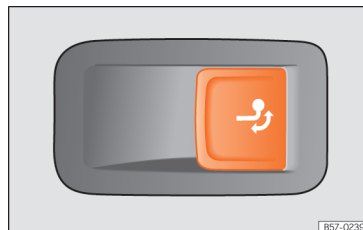

Abb. 202 Im Gepäckraum rechts: Taste zur Entriegelung der Anhängerkupplung.
- Ziehen Sie kurz an der Taste » » Abb. 202. Die Anhängerkupplung wird automatisch entriegelt und dreht selbsttätig heraus. Die Kontrollleuchte der Taste blinkt.
- Ziehen Sie kurz an der Taste » » Abb. 202. Die Anhängerkupplung wird elektrisch entriegelt.
- Wenn die Kontrollleuchte der Taste » » Abb. 202 → blinkt, ist die Anhängerkupplung noch nicht vollständig eingerastet oder beschädigt » » .
- Wenn die Kontrollleuchte bei geöffneter Heckklappe » » Abb. 202 → dauerhaft leuchtet, ist die Anhängerkupplung vollständig eingerastet, sowohl in eingezogener als auch in herausgeschwenkter Stellung.
- Drücken Sie keinesfalls die Taste » » Abb. 202, wenn ein Anhänger oder ein Gepäckträger oder anderes Zubehör auf der Anhängerkupplung eingehängt ist.